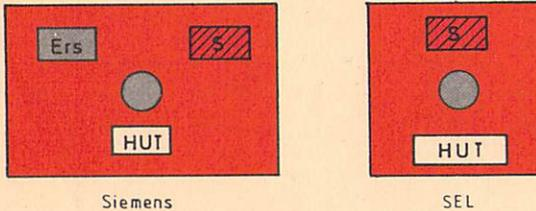

Bild 9
- b) Störungen an Signalen (z. B. Signal erloschen) werden in der Regel durch den rot blinkenden Signalstörmelder (vgl. Bild 9) und das Ertonen der Hupe angezeigt; je nach Art der Störung blinkt der Haltmelder oder er ist dunkel.